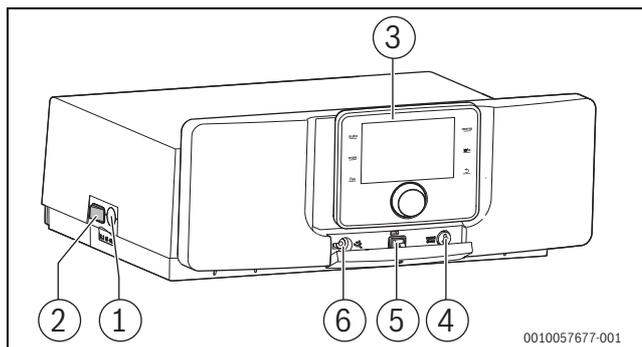
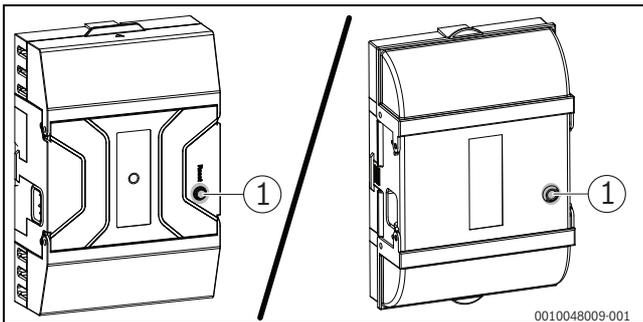

Bild 19 Regelgerät mit Bedieneinheit
Bild 20 Taste reset am Feuerungsautomat
- ▶ Zum Entriegeln Taste reset am Regelgerät (→ Bild 19) oder am Feuerungsautomat (→ Bild 20) drücken.
- ▶ Heizungsanlage am Hauptschalter (→ Bild 19) einschalten. Das Display leuchtet und zeigt nach kurzer Zeit die Kesseltemperatur an.